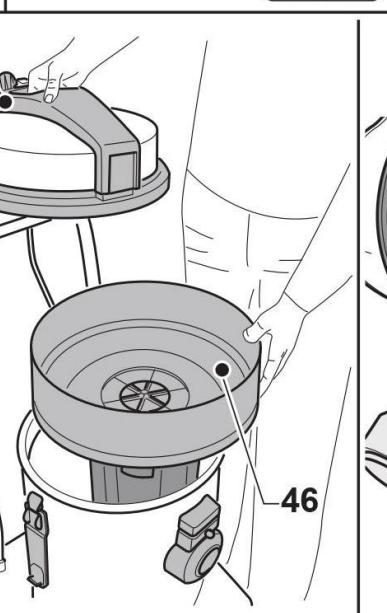
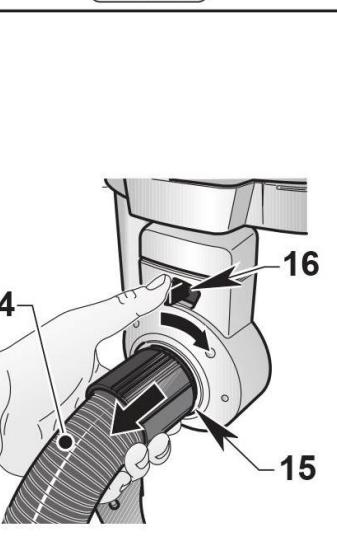

Fig. 5
Fig. 6
- Fjern polyesterfilteret (10, Fig. 5).
- Tjek evt. om der er indsat en opsamlingspose i maskinen (11, Fig. 5).
- Indsæt opsamlingsposen (11, Fig. 5), hvis den ikke allerede er der. Følg denne fremgangsmåde: Monter opsamlingsposen (11, Fig. 5) på studsen (12, Fig. 6) indtil den passerer kraven (13, Fig. 6).
- Monter polyesterfilteret (10, Fig. 5) igen.
- Fjern polyesterfilteret (10, Fig. 5) hvis det forefindes.
- Fjern opsamlingsposen (11, Fig. 5) hvis den forefindes.